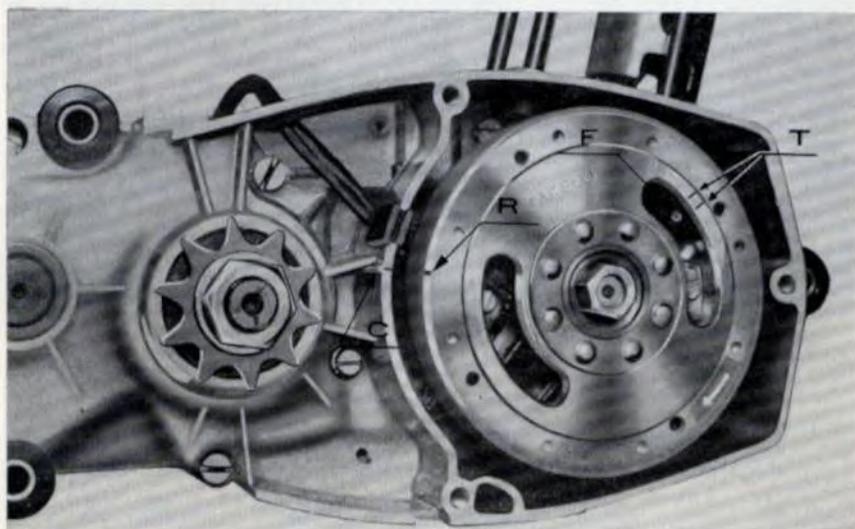

Fig. 20 - Montaggio volano elettronico GARELLI
21. Fig. 20 - Come montare il volano elettronico:
- d) per i volani elettronici Garelli controllare che quando il foro F nella basetta è fra le due tacche T sul rotore i riferimenti di fase fra rotore R e carter C coincidono: questo è l'istante di accensione che deve avvenire 30° prima del P.M.S. (fig. 20)